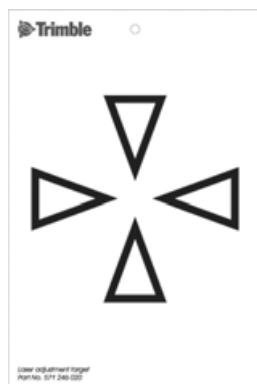

Рисунок 4.4. Юстировочный отражатель для тахеометра Trimble S9
- Если красное лазерное пятно лежит вне сетки нитей, отрегулируйте направление луча так, чтобы оно совпало с сеткой нитей, см. рис. 4.4.